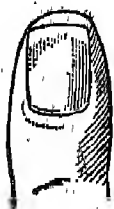

Fig. 9. — Un ongle d'orteil bien taillé. Carré à l'extrémité.
d) **Lavage des pieds et de l'anus.** — Lavez vos pieds chaque soir avant de vous coucher. Veillez à ce que leurs ongles soient toujours courts et bien taillés (fig. 9). Lavez aussi chaque soir la région de l'anus, qui doit être tenue très propre.